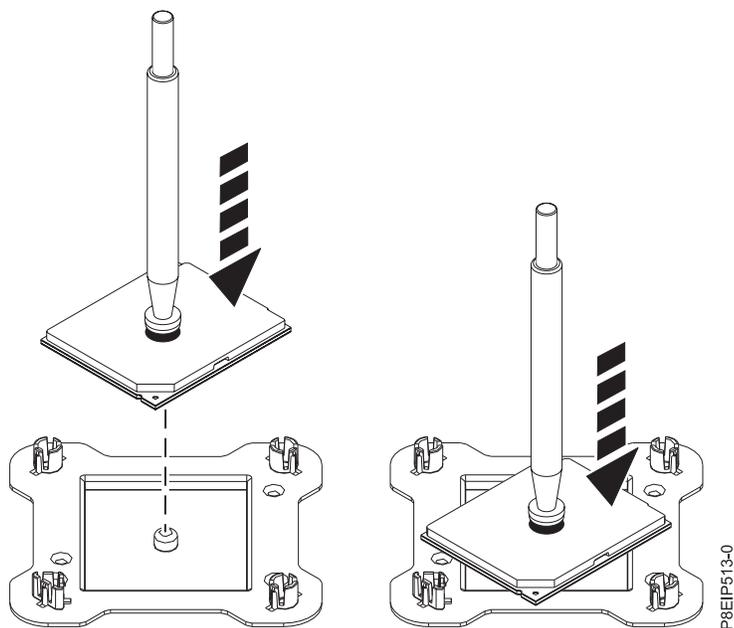

Figura 67. Colocando o processador em ângulo na tampa superior do pacote
9. Segurando a pinça a vácuo, levante a pinça e o módulo de processador do sistema do soquete. Coloque-os em ângulo na tampa superior do pacote do módulo de processador do sistema conforme mostrado na Figura 67. Colocar o módulo de processador do sistema em ângulo na tampa superior do pacote do módulo de processador do sistema tornará mais fácil retirar e colocar no pacote depois de substituir o módulo de processador do sistema.